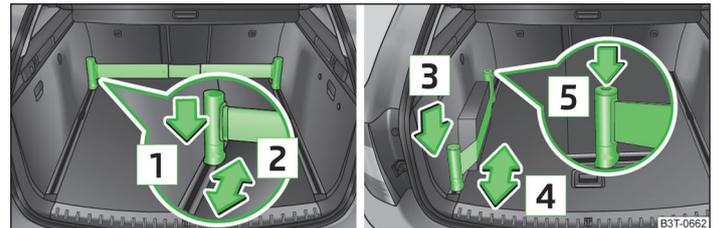

Abb. 101 Teleskopstange und Spanngurt
- › Den oberen Teil des Halters in Pfeilrichtung **1** drücken » Abb. 101 und gleichzeitig in die gewünschte Position in Pfeilrichtung **2** schieben.
- › Den Halter in Pfeilrichtung **3** drücken » Abb. 101 und gleichzeitig in die gewünschte Position in Pfeilrichtung **4** schieben.
- Der Spanngurt kann durch Drücken der Taste **5** auch vollständig aufgerollt werden » **Abb. 101**.